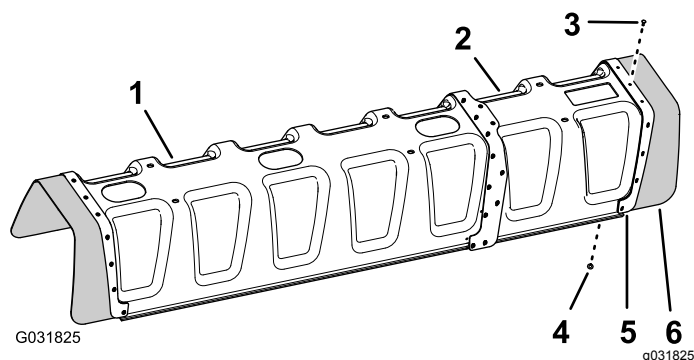

Рисунок 234
5. Совместите отверстия в резиновом кожухе и усиливающей пластине (один ряд), снятыми при выполнении пункта 2, с отверстиями в конце удлинителя кожуха (Рисунок 234).